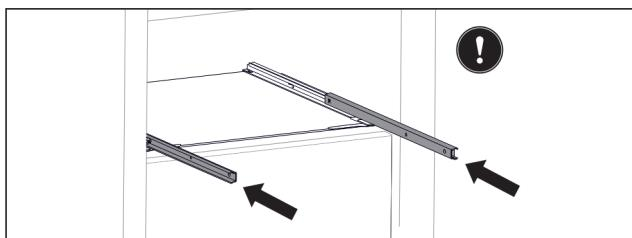

Fig. 91
- Schubfach rechts anheben. Fig. 91 (4)
- Rechte Schiene einschieben. Fig. 91 (5)
- Schubfach nach vorne entnehmen. Fig. 91 (6)